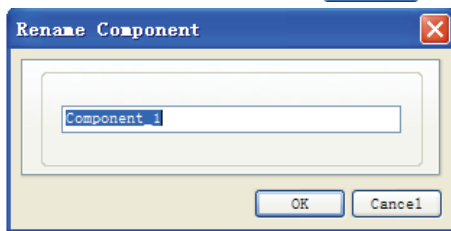

图 4-14 重新命名元件对话框
(4) 重新命名元件命令【Rename Component...】用来重新命名当前元件，执行该命令后出现重新命名元件对话框，如图 4-14 所示，在文本框中输入新元件名，单击 按钮确定。